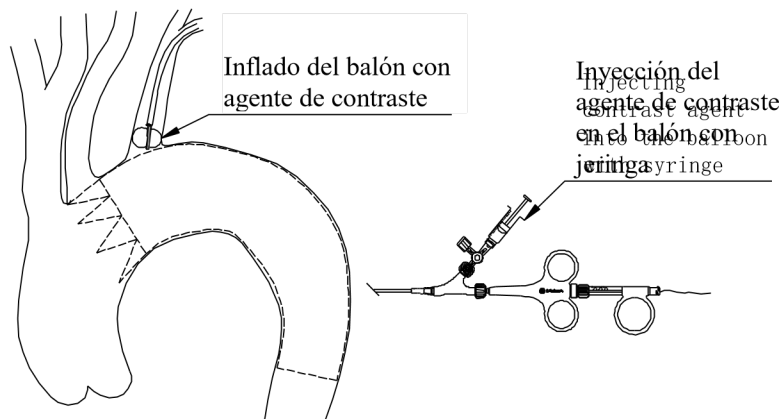

Figura 5 Llenado del balón
- aspire el agente de contraste con una jeringa desechable de 2 ml con conector de bloqueo y rellene el balón hasta que esté lleno, tal y como se muestra en la Figura 5. El volumen de llenado se muestra en la tabla de comparación del diámetro de volumen del balón, que es determinado por el diámetro del vaso ramificado.